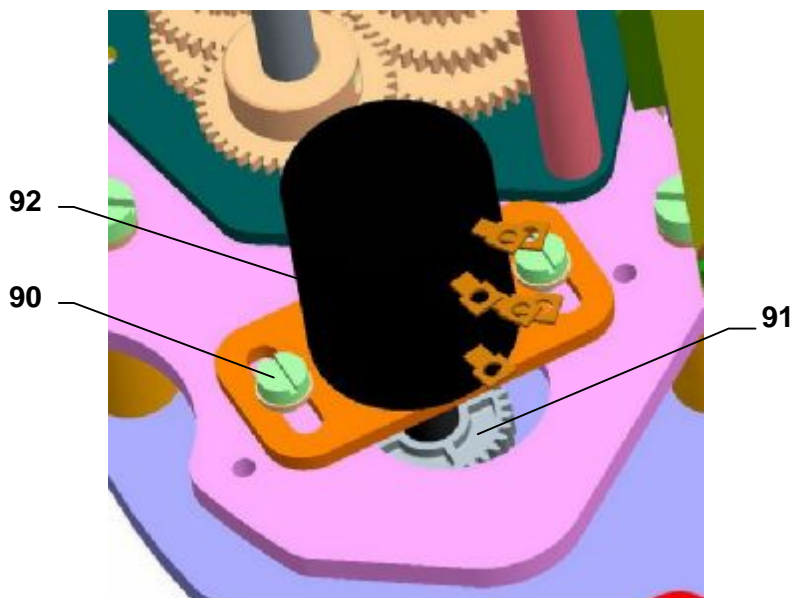

Рис.9
- В исполнении с омическим датчиком, вынесите датчик из зацепления , (Рис.9).
- Поверните диском указателя положения (32) так, чтоб отметка с символом для направление «закрыто», совпадала с отметкой на смотровом стекле верхнего кожуха (если диском трудно поворачивать, потом штопором уволите болт укрепляющий диск).
- Поверните верхней частью диска указателя положения (32) так, чтоб отметка с символом для направление «открыто», совпадала с отметкой на смотровом стекле верхнего кожуха.
4.5 Установка омического датчика (Рис.9)